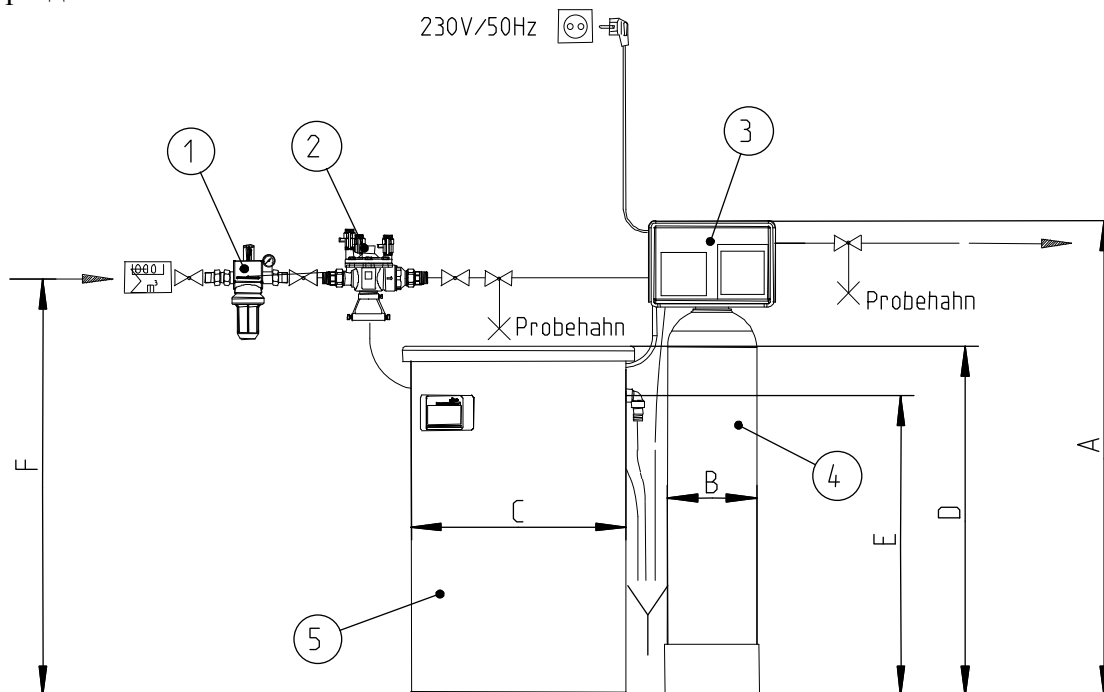

Рис.D-1(a) : Монтажный чертеж установки для умягчения воды GENO-mat® ZF:
1. Произвести подключение воды в соответствии с монтажным чертежом (рис.D-1 (a) и (b).